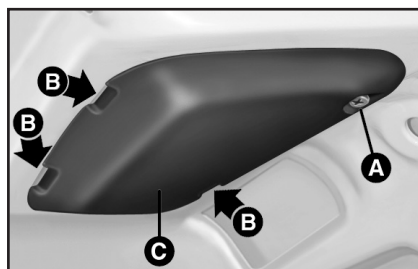

рис. 21
2) Выверните крепежные винты **А** (рис. 21), освободите стопорные язычки **В** и снимите крышку **С** с внутренней стороны двери багажника.